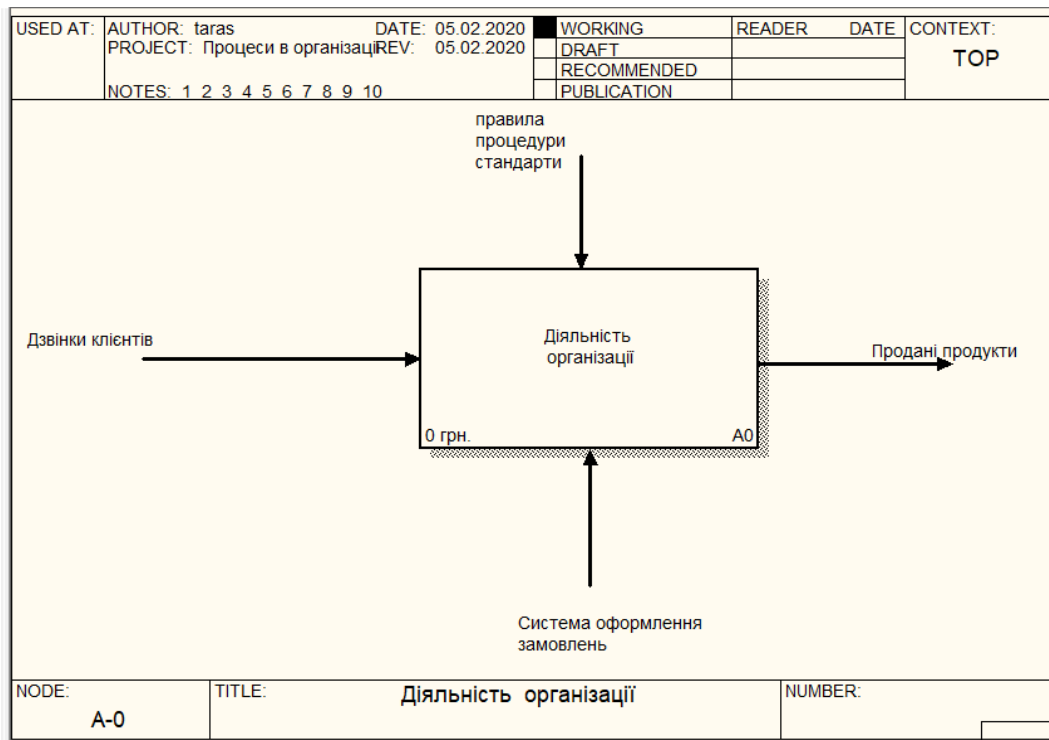

Рис.1. Приклад контекстної діаграми (блок A0).
- 2) У вікні програми відображається блок роботи (Activity). Для побудови нульового листа діаграми (A0) задайте властивості блоку, зокрема, ім'я роботи, опис, її статус, шрифт напису, колір фону, шрифта, через діалогове вікно Activity Properties (активізується подвійним клацанням) або у контекстному вікні роботи (Рис. 1).
- 3) Для побудови ICOM стрілок до блоку A0 використовуйте граничні стрілки, тобто ті, які починаються або закінчуються біля границі діаграми (Рис. 1). Наприклад, для стрілки входу вибрати відповідну піктограму на панелі інструментів і активізувати чорне поле зліва і ліву частину блоку A0. Наступним етапом є задання імені і форматування стрілки через її контекстне меню (наприклад, „підрізати” довжину – команда „Trim”). Внутрішні стрілки на діаграмах декомпозиції зображаються аналогічно. Граничні стрілки на діаграмах декомпозиції появляються автоматично і потребують наступного зв'язування із потрібними блоками робіт.